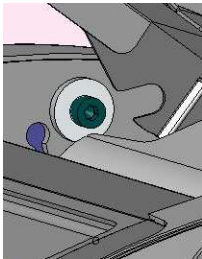

Abb. 01
d. Hängen Sie die **Papieraufagetisch(e)** (=Papierkassette(n)) in die dafür vorgesehenen Aufhängung(en) und klappen sie dann nach hinten (Abb. 01, 02, 03).